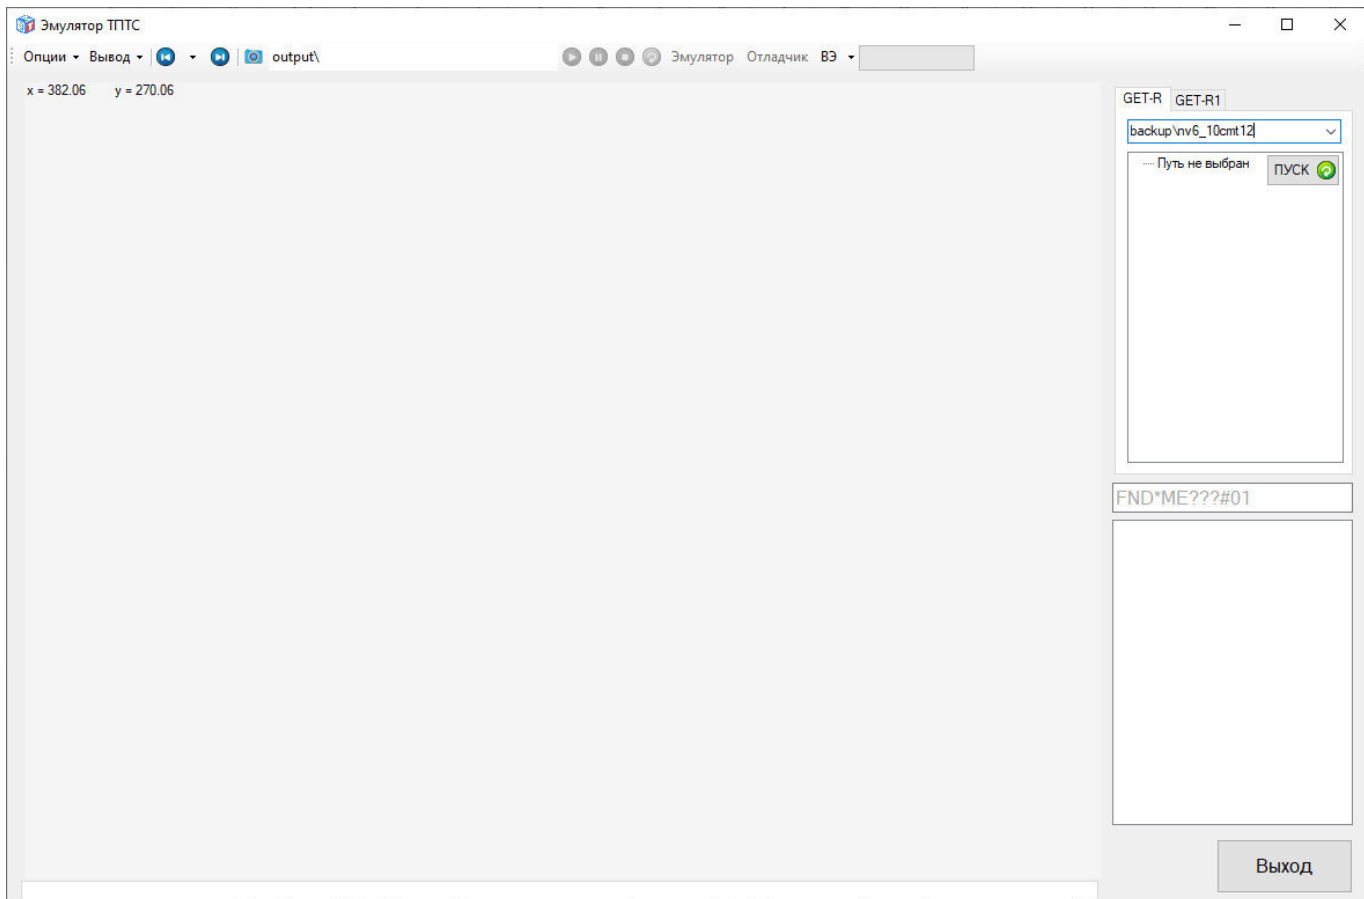

Рисунок 6 – Вид начального окна ПО «Эмулятор ТПТС»
12) запустить файл «ЭМТ.exe» (см. рисунок 6);